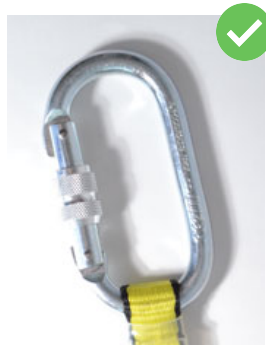

рис. 20
7. проверьте состояние металлических элементов на отсутствие трещин, деформации, следов коррозии. Допускается легкая коррозия, не влияющая на рабочую функцию изделия (рис. 20).